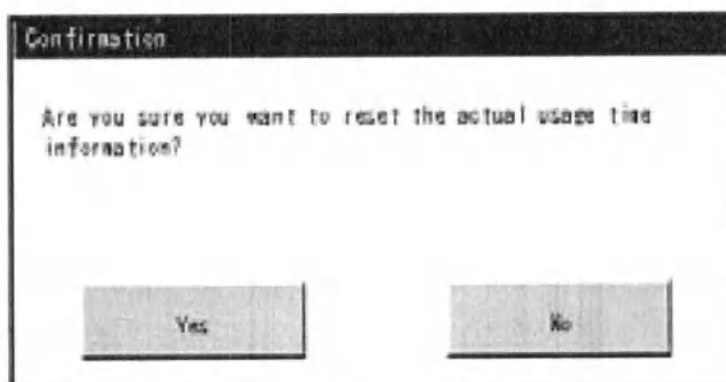

Рис. 47 Диалоговое окно: «Вы уверены, что хотите обнулить время использования?»
1. Нажмите кнопку «Reset Actual Time» (Обнулить время использования) — откроется окно подтверждения (Рис. 47).